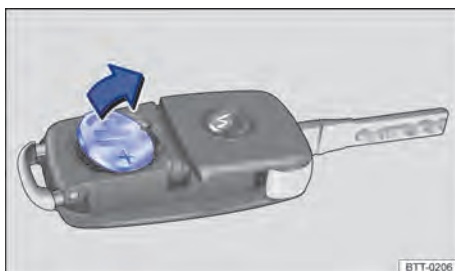

Fig. 25 Chave do veículo: remover a bateria.
- Remover a bateria do alojamento da bateria com uma ferramenta adequada $\Rightarrow$ Fig. 25.
- Posicionar a nova bateria conforme indicado $\Rightarrow$ Fig. 25 e pressionar no sentido contrário ao da seta para dentro de alojamento da bateria $\Rightarrow$ ②.